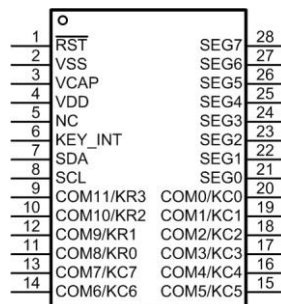

图 6.12 ZLG72128 管脚排列图
- 封装：TSSOP28，引脚排列详见图 6.12，引脚说明详见表 6.41。